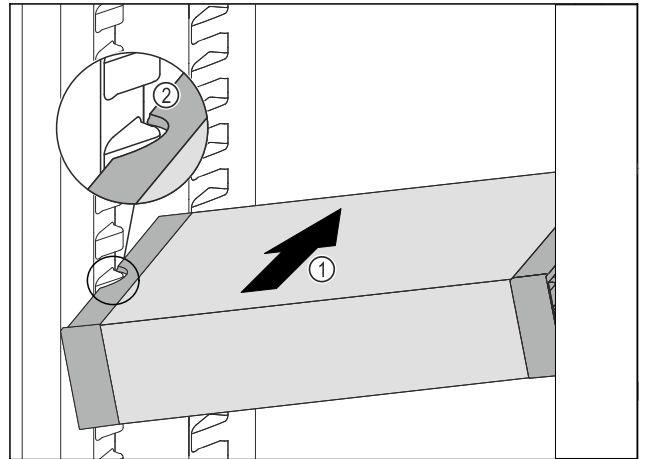

Fig. 191
- ▶ 将 VarioSafe 斜插入冷藏区中 Fig. 191 (1)，直至 VarioSafe 的侧部凹槽 Fig. 191 (2) 与冷藏区中的容器肋梁持平。